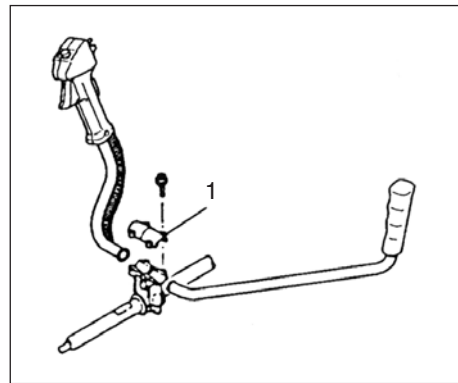

Рис. 1-2
#### Монтаж рукоятки (Рис. 1-2)
Снять с узла крепёжную скобу рукоятки (1). (Рис.1-2)